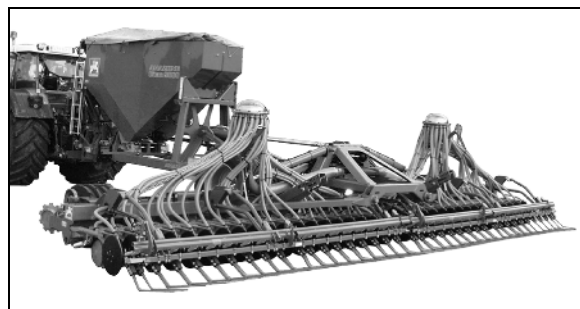

Рис. 119
- Откройте клапан загрузочной воронки (Рис. 119/1), чтобы посевной материал мог высыпаться в лоток для установки сеялки на норму высева.
Опасность сжатия при открытии и закрытии клапана загрузочной воронки (Рис. 119/1)!
Беритесь только за накладку (Рис. 119/2) клапана загрузочной воронки, иначе имеется опасность травмирования от удара пружинного клапана.
Никогда не проникайте руками в зону между клапаном загрузочной воронки (Рис. 119/1) и загрузочной воронкой!